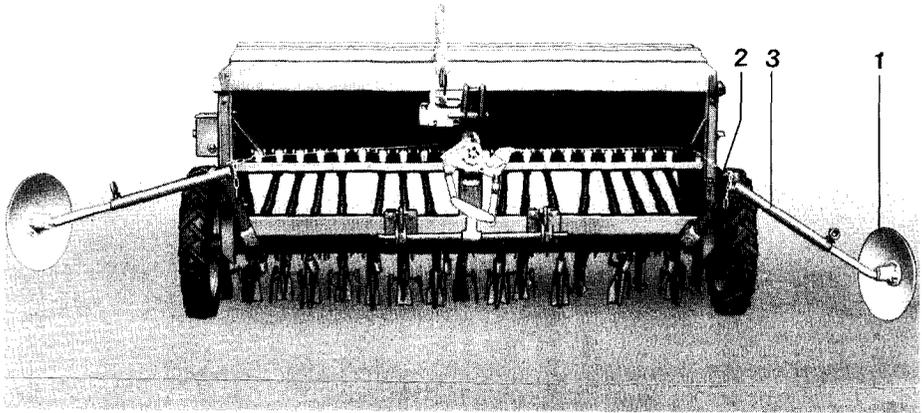
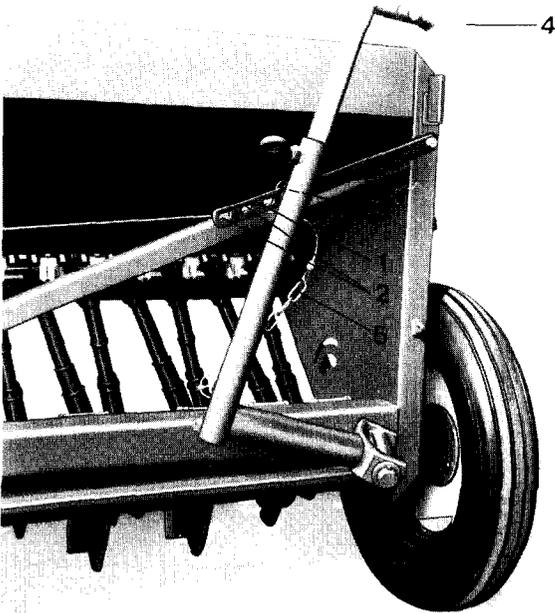
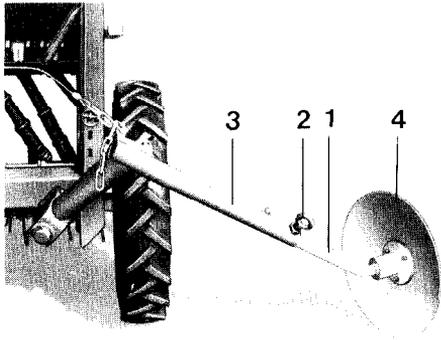
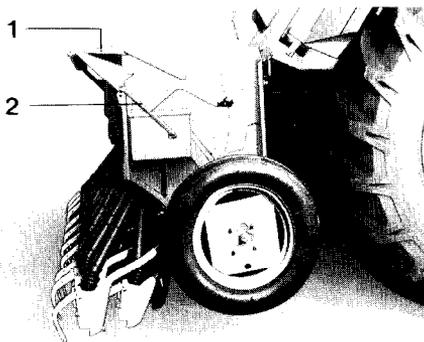

Fig. 1
Fig. 2
Fig. 3
Fig. 6
Für den Transport der Drillmaschine sind die Spuranreißer hochgeschwenkt. Die Transportsicherung erfolgt durch Einstecken der Laschen (Fig. 2/1) in die Löcher (Fig. 2/2) und durch zusätzliche Sicherung mittels Klappsplint (Fig. 2/3). Bei Beginn der Säarbeit wird auf dem Felde diese Sicherung gelöst. Die Spuranreißer werden in Arbeitsstellung nach unten geschwenkt, so daß die Schare der Hakenspuranreißer (Fig. 2/4) oder die Spurscheiben (Fig. 1/1) auf dem Boden aufliegen. Nun wird die Spuranreißerkette (Fig. 1/2 und Fig. 2/5) am Spuranreißer-Unterteil in den Kettenhaken (Fig. 1/3) eingehängt, und zwar so, daß die Seile **leicht** durchhängen, wenn der Umlenkhebel zu der betreffenden Seite des Spuranreißers geneigt ist (Arbeitsstellung). Durch Schwenken des Spuranreißer-Umlenkhebels wird dann der jeweils gegenüberliegende Spuranreißer hoch genug ausgehoben. Der Tiefgang der Spuranreißer wird durch die Seile mit den Kettenenden begrenzt. Haben die Spuranreißer auf rauhem Saatsbett oder bei der Arbeit auf der Pflugfurche einen zu großen Tiefgang, besteht die Gefahr von Beschädigungen.
Das Spuranreißer-Oberteil (Fig. 3/1) wird mit der Ringschraube (Fig. 3/2) im Spuranreißer-Unterteil (Fig. 3/3) festgestellt. Die Ringschraube kann mit der Griffseite der Abdrehkurbel (Fig. 6/2) gelöst bzw. angezogen werden. Durch Drehen des Oberteiles (Fig. 3/1) in seinem Halterohr kann je nach Bodenbeschaffenheit der Hakenspuranreißer (Fig. 2/4) oder die
Spurscheibe (Fig. 3/4) mehr oder weniger stark anreiben, wobei die Ringschraube stets fest angezogen sein muß, um ein selbständiges Verstellen der Oberteile zu verhindern. Die „D 7 Special II“, welche serienmäßig mit Hakenspuranreißern (Fig. 2/4) ausgestattet wird, kann auch mit Spurscheiben (Fig. 3/4) ausgerüstet werden (siehe Sonderzubehör).
Zu diesem Zweck wird der Deckel mit beiden Händen möglichst in der Mitte der Maschine an der Griffleiste angefaßt und nach hinten aufgezogen. Der Deckel (Fig. 6/1) ist stabil genug, um schwere Säcke tragen zu können. Man sollte also den Sack mit dem Saatgut auf den Deckel ablegen, den Sack öffnen, die eventuell im Sack befindlichen Zettel herausnehmen und dann das Saatgut in den Behälter der Drillmaschine einfließen lassen. Man kann das Saatgut noch mit der Hand gleichmäßig im Behälter verteilen. Wenn sich das Saatgut auf einem Anhänger befindet, kann man die Drillmaschine ganz dicht an den Wagen heranfahren. Die Bedienungsperson kann auf den Anhänger steigen und zum Befüllen der Drillmaschine auf den zurückgeklappten Deckel treten.
- a) die Spuranreißer in Transportstellung bringen (einfach einklappen) und mittels Laschen (Fig. 2/1) und Klappsplint (Fig. 2/3) sichern, und
Sobald die Maschine für längere Zeit abgestellt wird, müssen unbedingt die Bodenklappen geöffnet bleiben. Auch der Saatkastendeckel (Fig. 6/1) ist zu öffnen. **Nur so wird verhindert, daß Ungeziefer (Mäuse und Ratten) versucht, durch Zernagen von Kunststoffteilen (Bodenklappen, Säräder) an eventuell im Behälter verbliebene Getreidereste zu gelangen.**